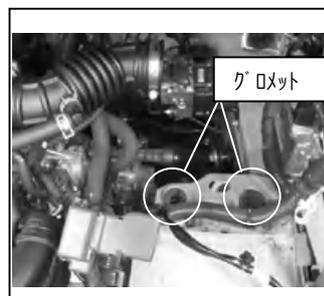

図3
- ⑤クリーナーBOXを取外します。図3参照
- ⑥バッテリー受皿のクリーナーBOX固定グロメットを外します。図3参照